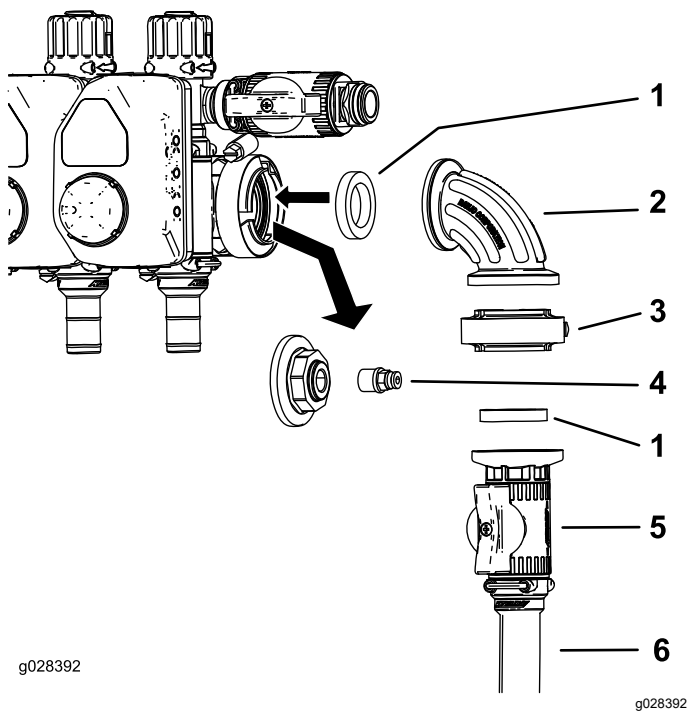

Bild 13
8. Nehmen Sie den Deckel und die Kupplung vom Druckmanometeranschluss ab (**Bild 13**).
9. Montieren Sie das Regelventil, wie in Bild 13 abgebildet.
10. Bauen Sie die Kupplung in den offenen Anschluss am 90-Grad-Anschlussstück ein (Bild 13).